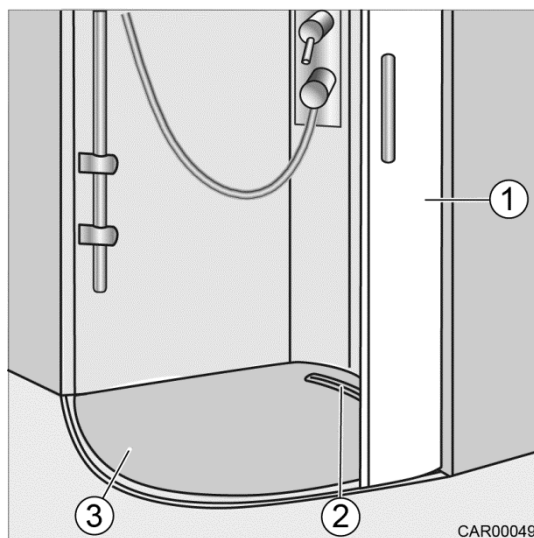

Fig. 153 Protection du receveur de douche
1. Fermer la porte (Fig. 153/1) à moitié.
2. Soulever la protection (Fig. 153/3) et sortir l'évidement (Fig. 153/2) de la porte (Fig. 153/1).
3. Retirer la protection (Fig. 153/3).